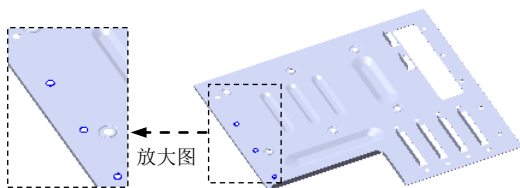
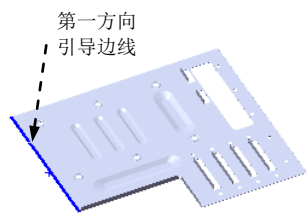

图 17.10.122 创建阵列（线性）4
图 17.10.123 阵列引导边线
Step39. 创建图 17.10.122 所示的阵列（线性）4。
(1) 选择命令。选择下拉菜单 **插入(I)** → **阵列/镜向(E)** → **线性阵列(L)...** 命令，系统弹出“线性阵列”对话框。
(2) 定义阵列源特征。单击 **要阵列的特征(F)** 区域中的文本框，选取设计树中的孔 8 作为阵列的源特征。
(3) 定义阵列参数。单击 **方向1** 区域中  后的文本框，选取图 17.10.123 所示的边线为第一方向引导边线。单击  按钮，在  文本框中输入数值 80.0，在  文本框中输入数值 4。
(4) 单击  按钮，完成阵列（线性）4 的创建。